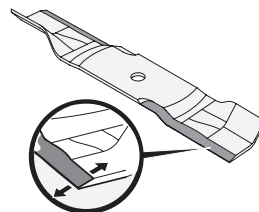

Fig. 66
3. Pour affûter correctement les lames de coupe, enlevez des quantités égales de métal des deux extrémités des lames le long des bords de coupe, parallèlement au bord de fuite, à un angle de 25° à 30°. Il faut toujours affûter chaque bord de lame de la même manière pour maintenir l'équilibre de la lame (Fig. 66).